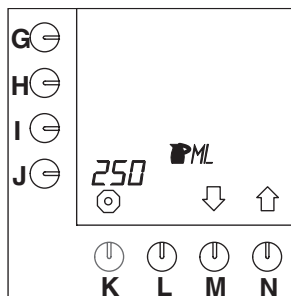

Abb. 36 Inhalt einer Kanne
- Drücken Sie auf die Wahlkosten (N.)↑, bis Abb.36 im Display erscheint.